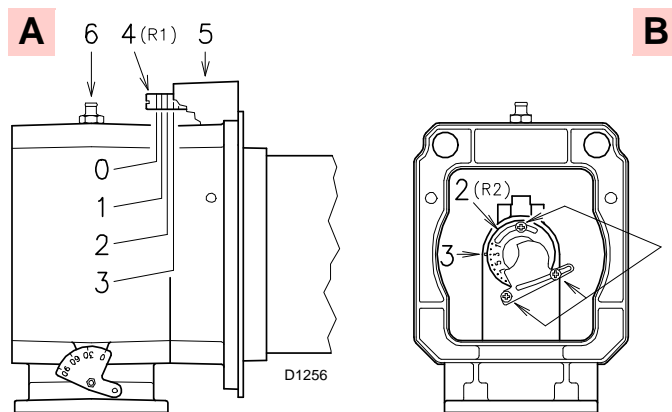

Fig. 13
En este punto de la instalación, el tubo llama y el manguito se fijan a la caldera como se indica en A)(Fig. 13).
- del aire R1 (A, Fig. 13)
- del gas/aire R2 (B, Fig. 13)
Girar el tornillo 4)(Fig. 13) hasta que coincida la muesca hallada con el plano anterior 5)(Fig. 13) de la brida.
Para facilitar la regulación, aflojar el tornillo 6)(Fig. 13), regular y después bloquear.
Aflojar los 3 tornillos 1)(Fig. 13) y girar la tuerca 2) hasta que la muesca hallada coincida con el índice 3). Bloquear los 3 tornillos 1).
mite, cerrando la tuerca 2) (Fig. 13) se puede reducir la formación de NOx.